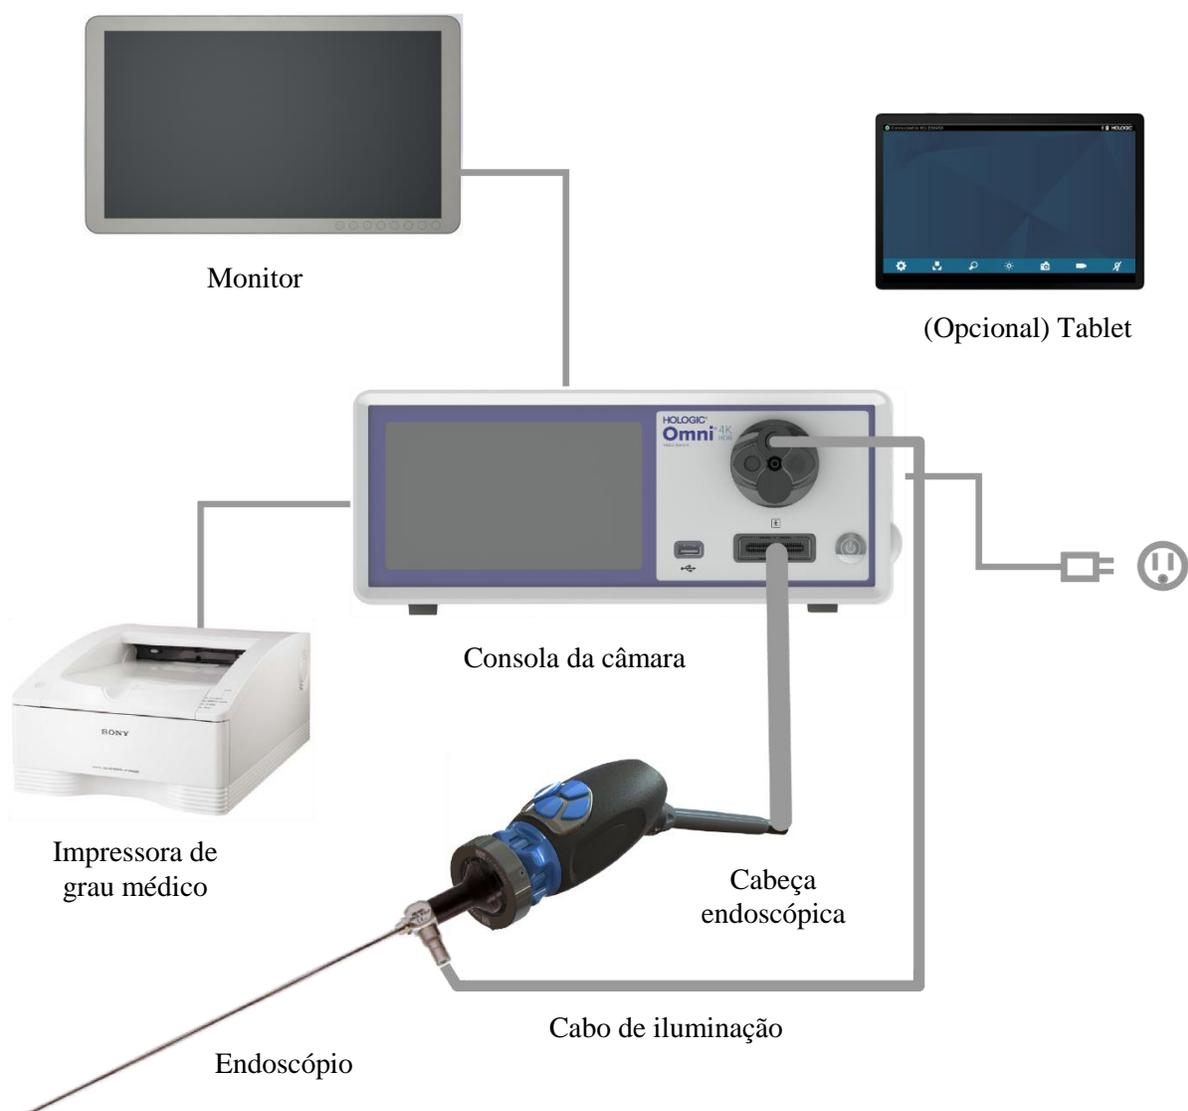

Figura 1 – Instalação/Configuração do Sistema
A Figura 1 ilustra uma instalação típica, para referência.
- Utilize a Figura 1 e as etiquetas do painel traseiro como orientações para a ligação de acessórios compatíveis, se necessário.